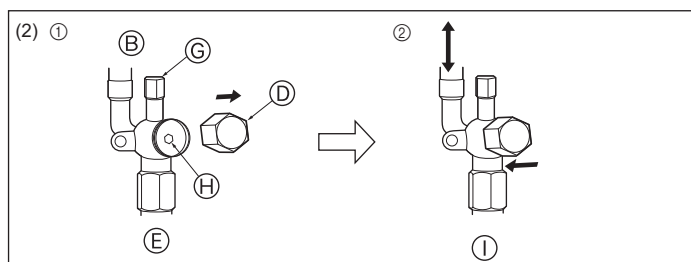

Fig. 4-10
- Vloeistofzijde (Fig. 4-10)
- (A) Kraan